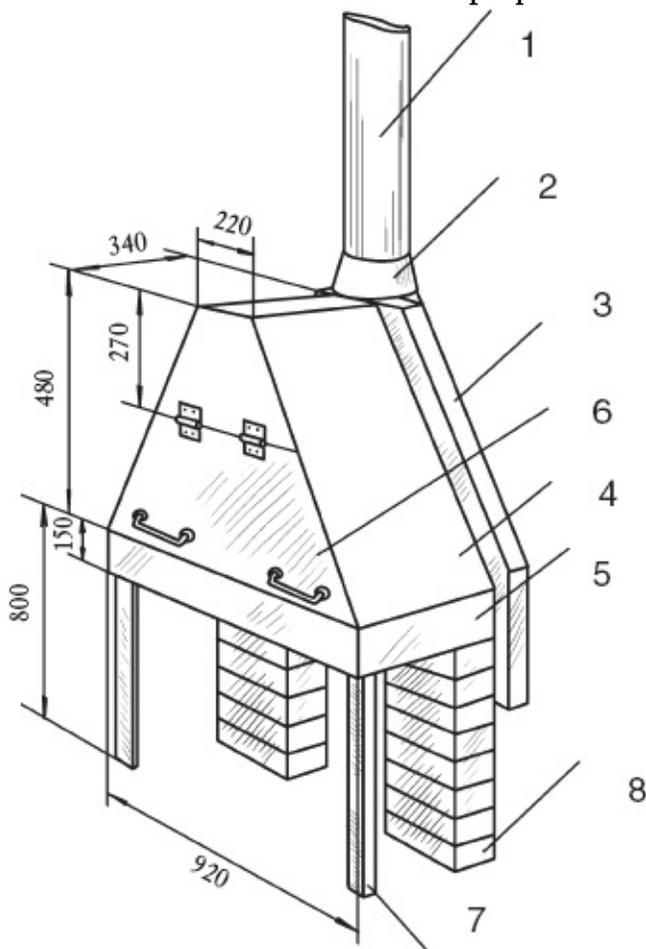

Рис. 69. Конструкция многофункционального мангала (размеры указаны в миллиметрах):
2. Раскройте металл в соответствии с размерами, указанными на рис. 69, используя для поддона лист толщиной 3 мм, а для стенок конуса и дымовой камеры — толщиной 1 мм. Размеры можно изменить в соответствии с конкретными условиями и наличием материала. В поддоне просверлите отверстия, чтобы создать тягу.